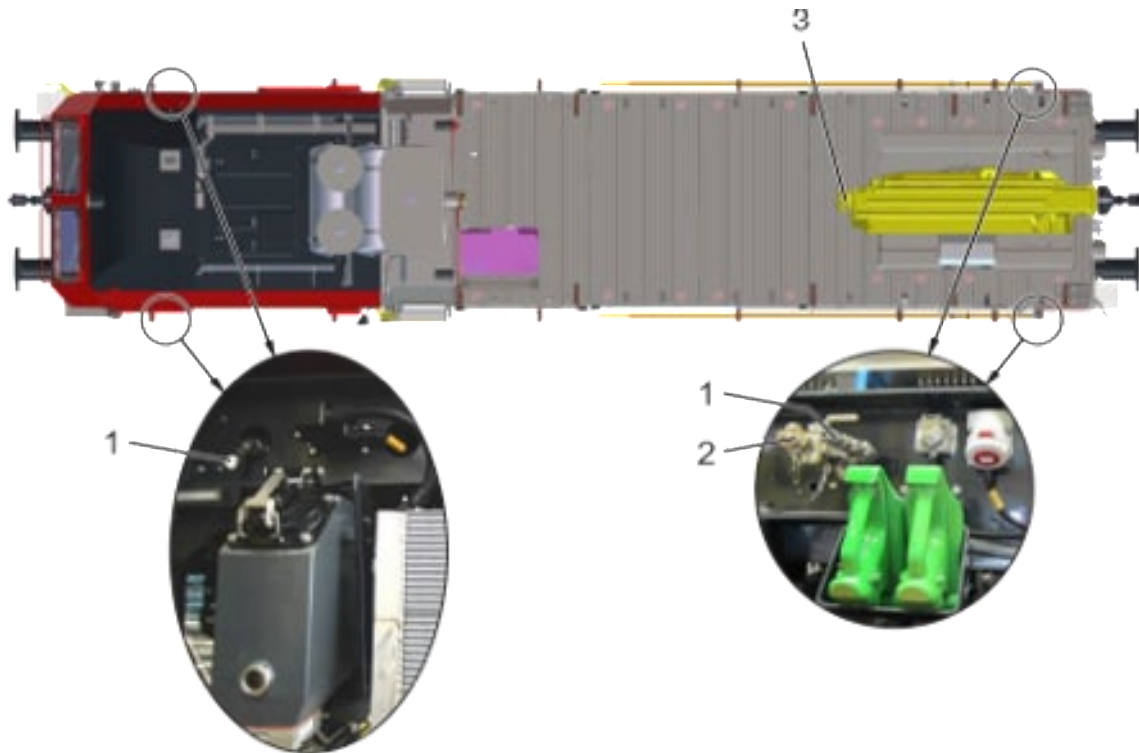

Abb. 136: Anschluss Druckluftwerkzeuge
An den vier Fahrzeugseiten befinden sich Schnellkupplungen für den Anschluss von Druckluftwerkzeugen, siehe Abb. 136 (1).